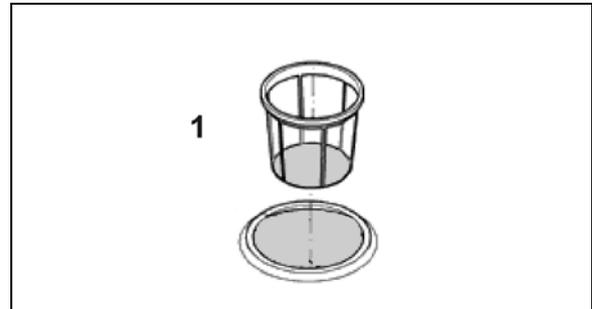

Fig. 49
- le couvercle repliable fermé a été rabattu vers le bas (Fig. 49).